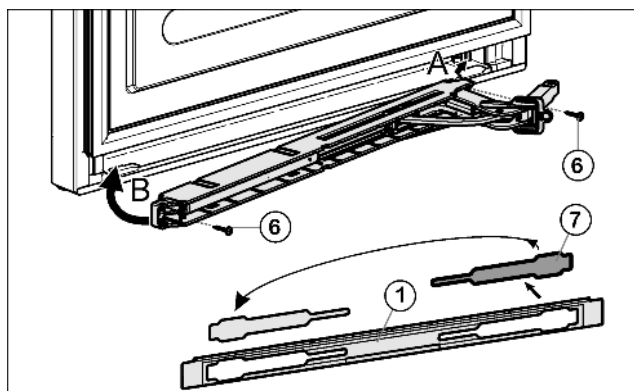

Fig. 10
- Освободите крышку Fig. 10 (7) из накладки Fig. 10 (1) и снова установите её на другой стороне.
- Прикрутите (2 шт. Torx® 15) Fig. 10 (6) узел амортизатора закрывания дверцы.